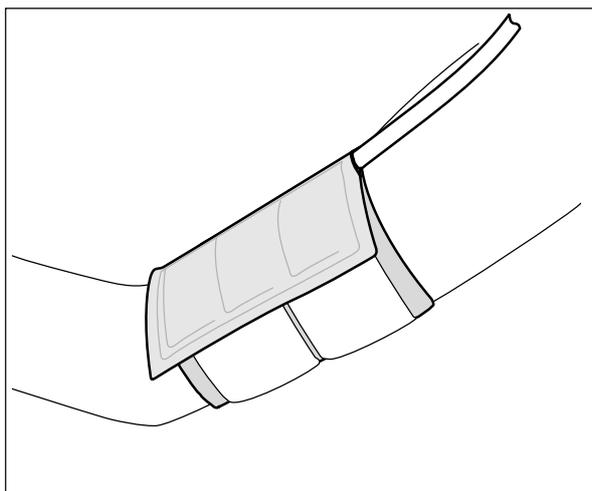

Bild 4-1 Manschetten appliceras
- Manschettens slangar ska peka uppåt mot axeln (Bild 4-1).